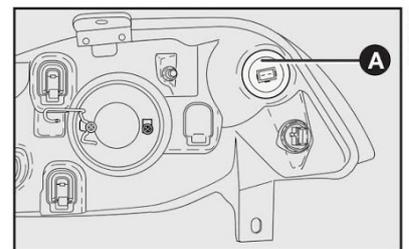

fig. 39
- 2) Retirar o porta-lâmpadas **A-fig. 39** girando-o no sentido anti-horário;